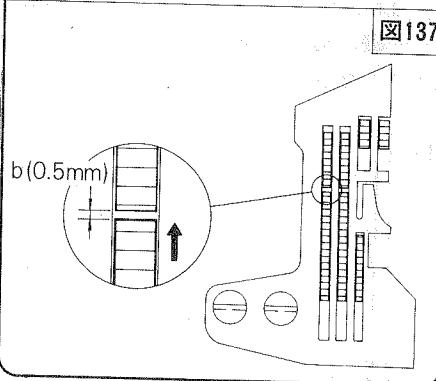

図137
レバー⑧を差動比が最も大きい目盛に合わせてから、ブーリーを回して、主送り歯と差動送り歯がいちばん接近したときの隙間(b寸法)が図137、138のようになっているか確認してください。